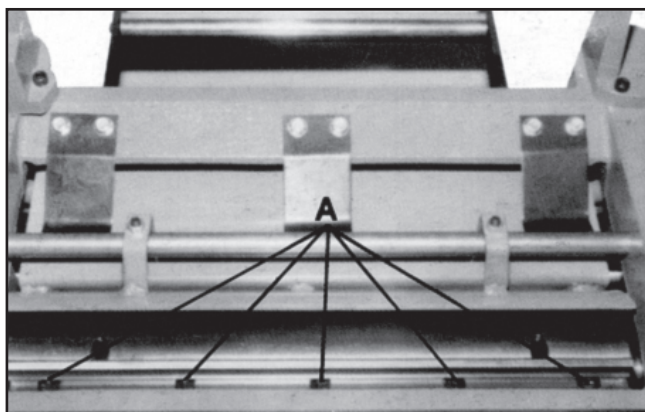

Figura 16
2. Para retirar la cuchilla, afloje los cinco tornillos (A, Figura 16).
6. Apriete los cinco tornillos (A, Figura 16).